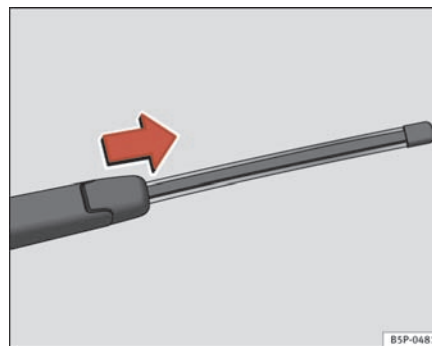

Fig. 172 Sådan tages det bageste viskerblad af.
- Vip viskerarmen væk fra bagruden ⇒ side 234, fig. 172.
- Skub viskerbladets adapter i pilens retning, og tag viskerbladet af ⇒ side 234, fig. 172.